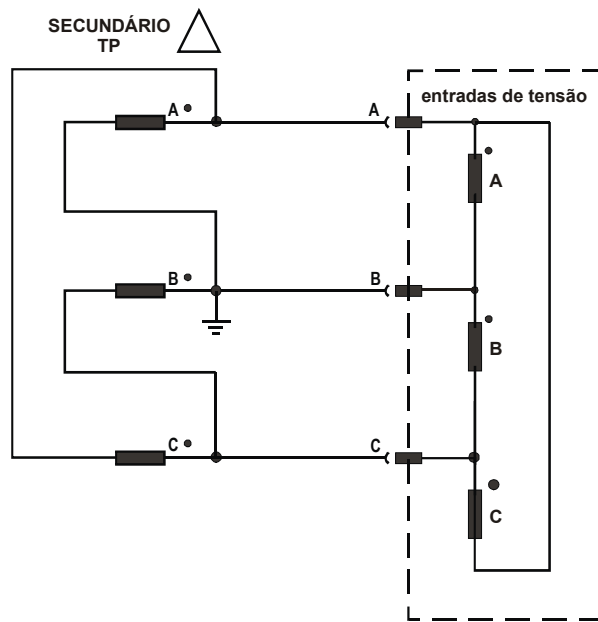

Figura 3 : Secundário do transformador de potencial ( TP ) fechado em delta -  $\Delta$
- secundário do transformador de potencial ( TP ) fechado em delta -  $\Delta$  ( vide figura 3 ) ;